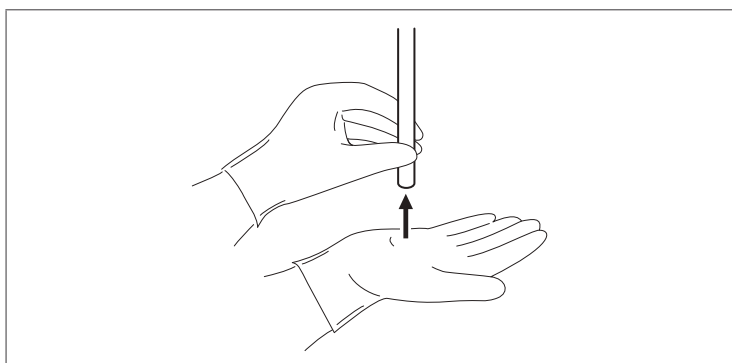

Figura 4.6
- Plasați capătul distal al endoscopului la o distanță de aproximativ 1 cm de palma dvs., apoi deplasați-l la aproximativ 5 cm de palmă. Observați imaginea de pe monitor pentru a vă asigura că luminozitatea este similară la ambele distanțe (consultați Figura 4.6).